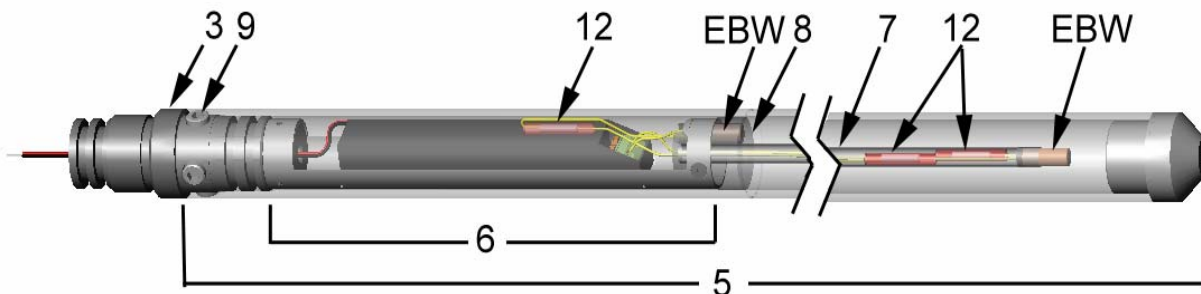

Figure 3 : Armement d'un outil de séparation pour masse-tige
- 2.4** Connectez électriquement l'EBW à l'extrémité supérieure de l'outil (voir Figure 3). Un fil doit être inséré dans la prise vide du dispositif de mise à feu PX-1, et l'autre fil dans le manchon à sertir (élément n° 12). Repliez le fil non protégé sur lui-même et sertissez-le dans le manchon à sertir.
- 2.5** Connectez électriquement l'autre EBW à l'extrémité inférieure du tube de montage central (voir Figure 3). Repliez chaque fil sur lui-même et insérez-le dans le manchon à sertir à l'extrémité du tube et sertissez-le.